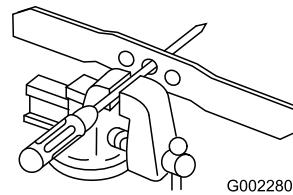

Figura 39
1. Compruebe el equilibrio de la cuchilla colocando el taladro central de la cuchilla sobre un clavo o el palo de un destornillador fijado horizontalmente en un torno de banco (Figura 39).